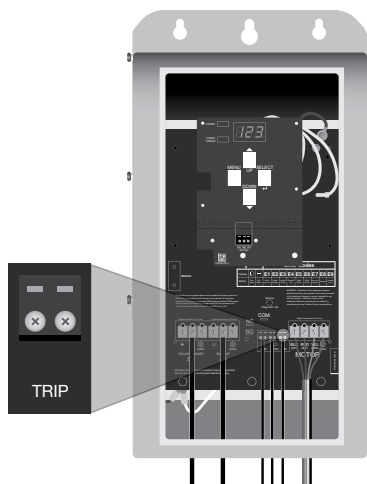

Figure 7 : Connexion du câblage de l'interrupteur de débit
1. Branchez les câbles des bornes NO et COM de l'interrupteur de débit, et les câbles vers le bloc de bornes étiqueté « TRIP » (« DÉCLENCHEMENT ») sur le SubDrive Solar (figure 7).